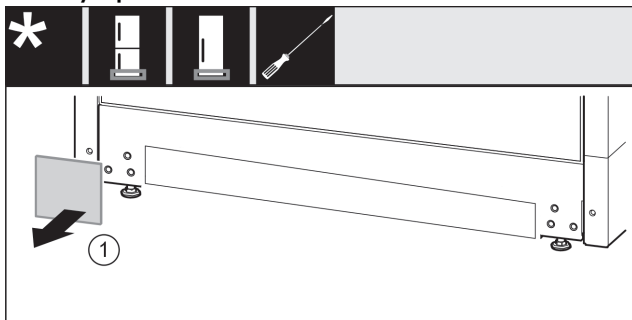

Fig. 29
- ▶ Снимите крышку Fig. 29 (1).